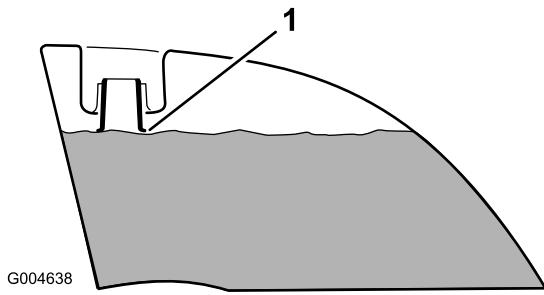

Figura 9
4. Añada combustible a ambos depósitos hasta que el nivel llegue al extremo inferior del cuello de llenado (Figura 9). **No llene demasiado los depósitos.**